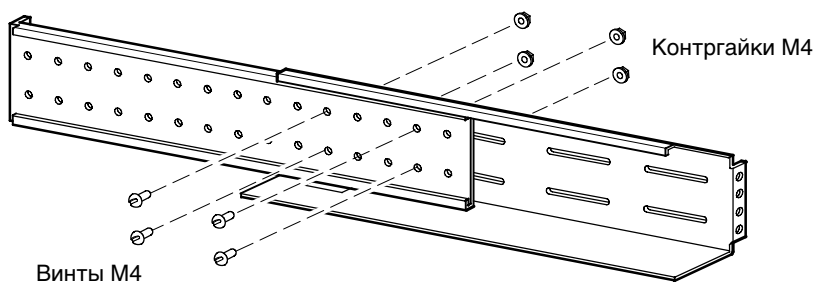

Рисунок 2. Затягивание направляющей (показана правая направляющая в сборе)
4. Для того, чтобы затянуть направляющую, закрепите четыре крепежных винта М4 и четыре контргайки М4 по центру направляющей. Затяните с помощью 7-мм гаечного ключа (9/32"). См. рис. 2.